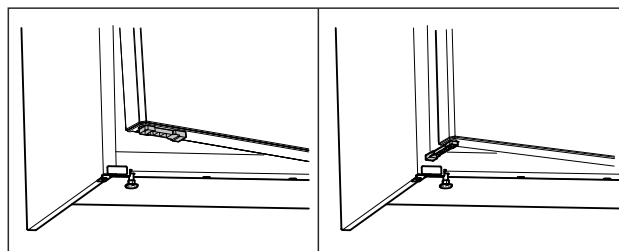

Fig. 63 *
- ▶ Okrenite graničnik otvaranja vrata za 90°. (pogledajte Fig. 63) *